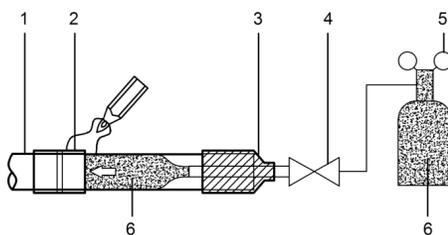

Figura 13
- Cuando la tubería se llena con nitrógeno durante la soldadura, el nitrógeno debe reducirse a 0,02 MPa al utilizar la válvula de liberación de presión. Vea la Figura 13.